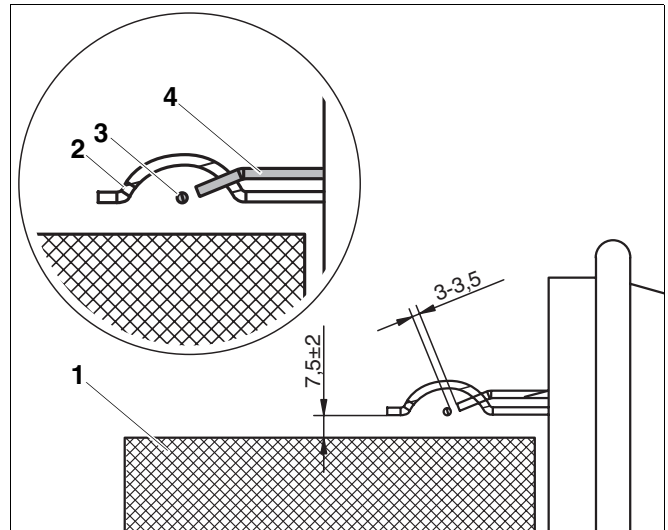

Abb. 26 Elektrodenposition überprüfen (Maße in mm)
- Abstände von Elektroden entsprechend Abb. 26 messen und gegebenenfalls korrigieren.
- Elektrodenhalter so justieren, dass die Elektrodenposition der Abb. 26 entspricht.
- Inspizieren Sie den Abbrand der Elektrode, d. h. den Zündelektrodenabstand (Abb. 26).